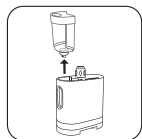

fig.4
1. Veillez à ce que l'appareil soit débranché. Placez la base sur le sol et enlevez le réservoir d'eau. (fig.4)